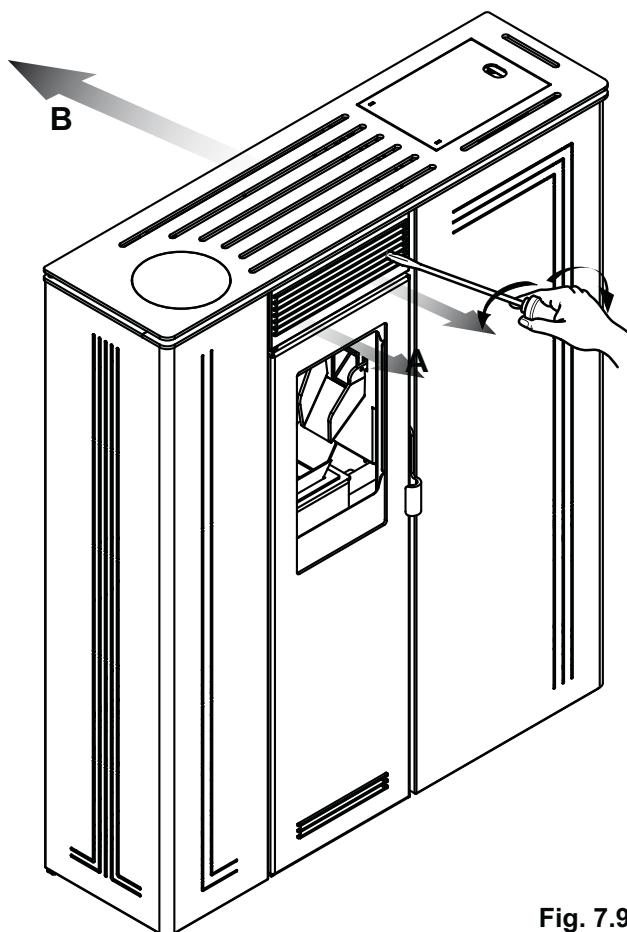

Fig. 7.9.1
Una è quella di riscaldamento della stanza in cui è posizionata la stufa Fig.7.9.1 (A) attraverso le griglie frontali o superiori (in base al modello). L'altra è quella che permette di riscaldare anche ambienti distanti dalla stufa Fig.7.9.1 (B) predisponendo un impianto di canalizzazione dell'aria.
One is for heating the room where the stove is installed, Fig.7.9.1 (A) through the front or top grills (according to the model). The other is used to heat other rooms away from the stove, Fig.7.9.1 (B), through a system of air ducts.
Eine ist die Kanalisierung, mit der der Aufstellungsraum des Ofens über die (je nach Modell) frontseitig oder oben befindlichen Gitter geheizt wird, siehe Abb. 7.9.1 (A) Die andere ist die Kanalisierung, mit der auch entfernte Räume geheizt werden können, siehe Abb.
7.9.1 (B). Hierzu ist ein Lufitleitsystem anzulegen.